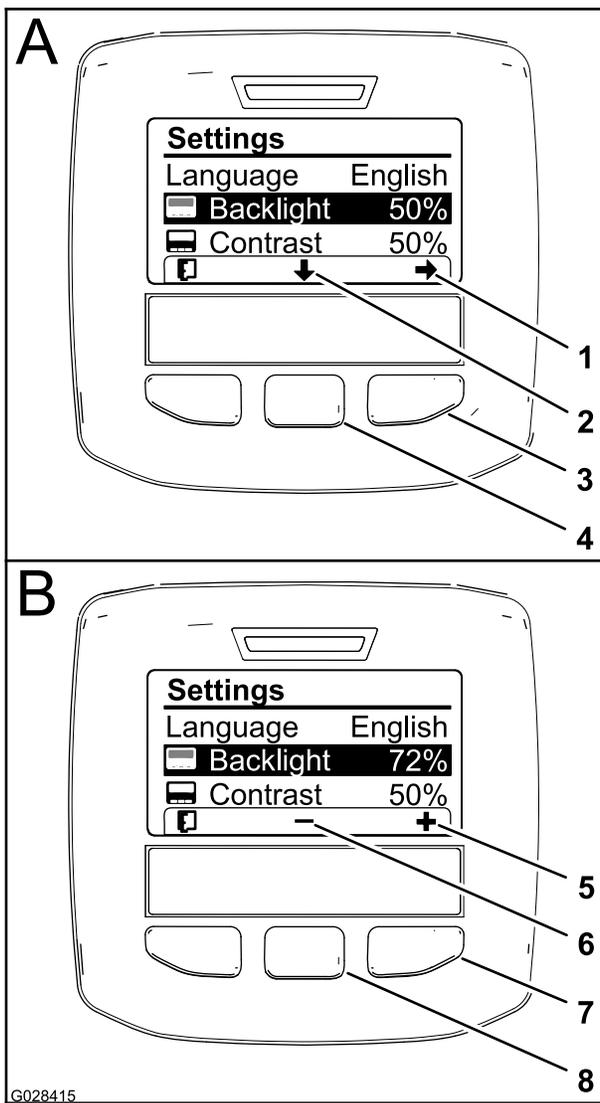

Рисунок 64
2. Чтобы изменить уровень подсветки дисплея, нажмите среднюю кнопку выбора (кнопка под стрелкой вниз на дисплее), чтобы выбрать настройку Backlight (Подсветка) (Рисунок 64).
- Нажмите правую кнопку выбора, чтобы вывести на дисплей параметр для изменения величины (Рисунок 64).
- Используйте среднюю и правую кнопки выбора, чтобы изменить уровень яркости дисплея (Рисунок 64).
- Нажмите левую кнопку выбора (кнопки под значком «список» на дисплее), чтобы сохранить выбранный вариант, выйти из меню Backlight (Подсветка) и возвратиться в меню Settings (Настройки) (Рисунок 64).
- Чтобы изменить уровень контрастности дисплея, нажмите среднюю кнопку (кнопка под значком «стрелка вниз» на дисплее), чтобы выбрать настройку Contrast (Контрастность) (Рисунок 64).
- Нажмите левую кнопку выбора (кнопки под значком «список» на дисплее), чтобы сохранить выбранный вариант, выйти из меню Contrast (Контрастность) и возвратиться в меню Settings (Настройки) (Рисунок 64).
- Нажмите левую кнопку выбора, чтобы выйти из меню Settings (Настройки) и возвратиться в Main Menu (Главное меню) (Рисунок 62 и Рисунок 64).
- Нажмите левую кнопку выбора для возврата на главную страницу (Рисунок 64).